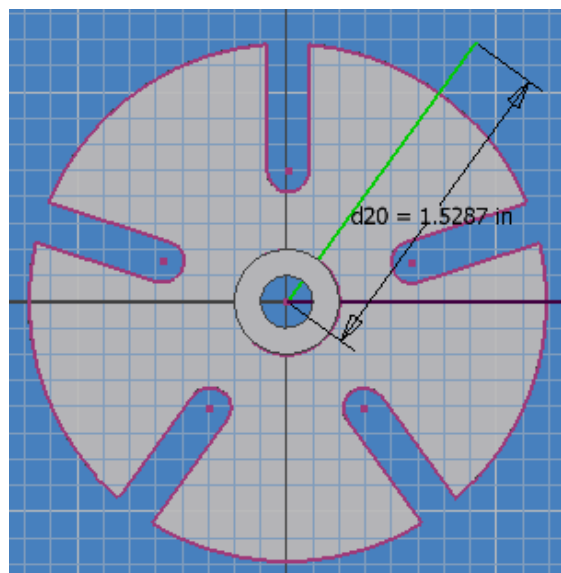

Figura 4.23 Acotación de la línea de 54°.
27.- Asegúrese de que la longitud de la línea creada sea de 1.5287 pulgadas, acótela de tal forma que posea ese valor numérico, figura 4.23.